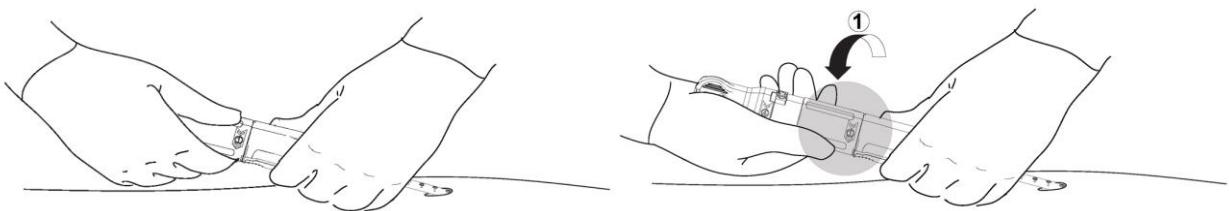

Figura 12. Paso 1 del accionamiento del dispositivo de cierre PerQseal+ (Desenvaine del implante).
Tome el extremo distal del mango del dispositivo de cierre PerQseal+ (el más cercano al paciente). Estabilice el dispositivo en posición apoyando la mano en el paciente, figura 12.
- a. Coloque la mano en la leva de la vaina, marcada con el número «1», y rote la empuñadura 180° en el sentido indicado hasta alinear los puntos. Cerciórese de que la mano que sujeta el extremo distal del mango se permanezca invariable y que el mango se mantenga inmóvil durante la rotación, figura 12. El implante se encuentra ahora expuesto dentro de la arteria.